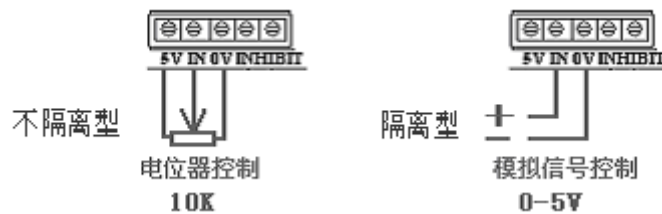

图 3
- 4、给定信号输入端：控制方式分电位器和模拟信号控制 见图 3